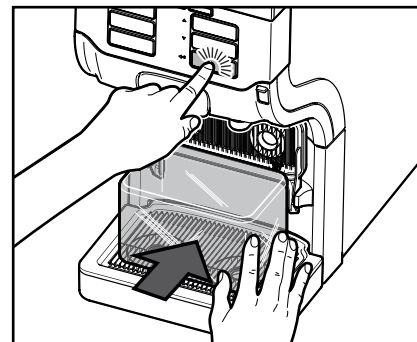

Рис. 47
5. Подставить под оба выпуска для напитков приемную емкость и нажать на кнопку ввода ←. (Рис. 47)